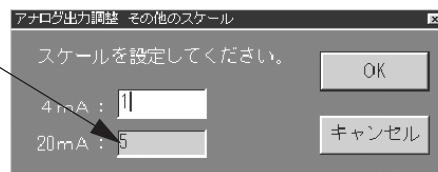

図46
- ③ 「開始」ボタンをクリックすると図46のようなメッセージボックスが現れます。上段の4mAの出力に相当するアナログ値(ここでは1V)を入力すると、それに対応した値が自動的に下段(20mA)に入力されます。